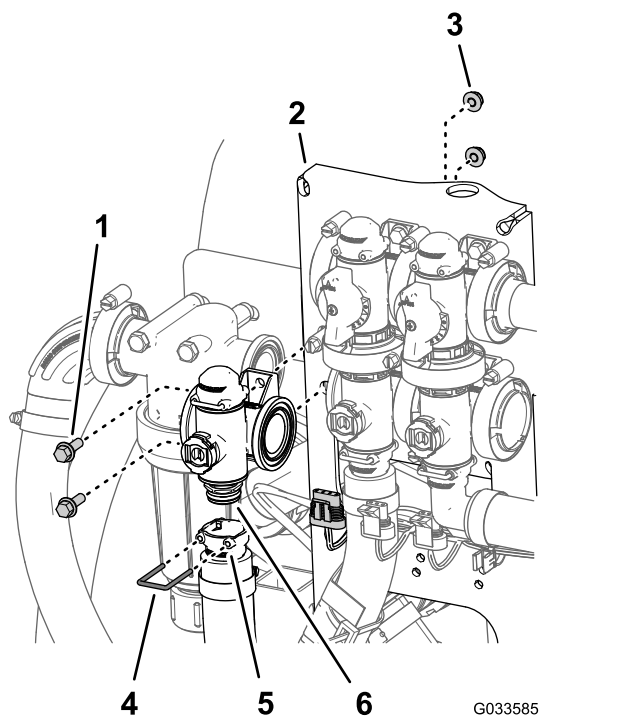

Figure 114
2. Retirez l'étrier qui fixe le raccord de sortie au raccord du collecteur du régulateur de débit (Figure 114).
- Retirez les 2 boulons à embase ( $\frac{1}{4}$ " x  $\frac{3}{4}$ " ) et les 2 contre-écrous à embase ( $\frac{1}{4}$ " ) qui fixent le régulateur de débit au support, puis déposez le collecteur de la machine (Figure 114).